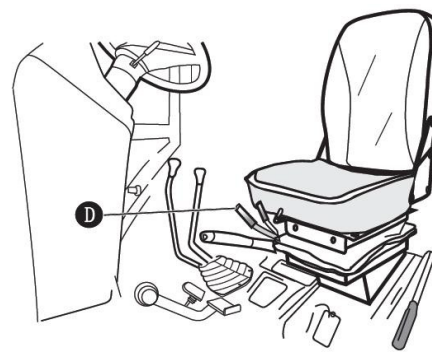

Fig. 4-28 Alavanca de controle de posição
O levante hidráulico de três pontos semi-montado é equipado com alavancas de controle de posição ① (veja a fig. 4-28), realizando as duas funções: controle de posição e controle de flutuação.
A haste limitadora é usada principalmente para limitar o movimento de oscilação lateral dos implementos agrícolas. Insira o pino no orifício da borda da luva limitadora para fixar a haste limitadora. Ou insira o pino no orifício central da luva limitadora para permitir que a haste se mova por uma certa distância. A luva limitadora rosqueada pode ajustar o comprimento da haste, permitindo que a oscilação lateral máxima na extremidade da barra inferior ⑤ (Fig 4-28) não ultrapasse os 120 mm.